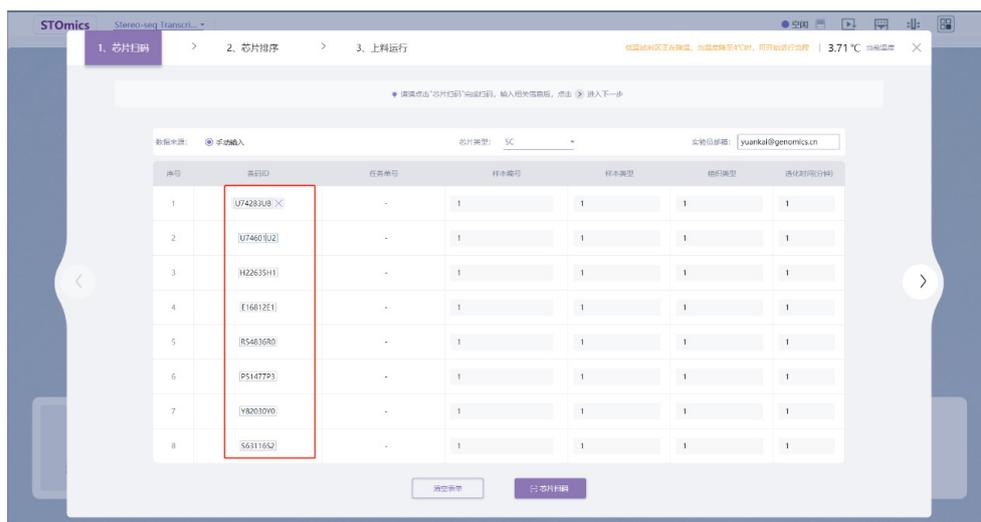

图 2-11 STOmics 软件芯片信息录入
b. 信息录入：点击“流程运行”后，将进入“芯片扫码”界面，录入实验信息。界面如图 2-11 所示；
A. 扫码输入: 把芯片容器放在外置扫码器上 (图 2-12 和图 2-13), 点击页面下方的“芯片扫码”按钮 (图 2-11), 便可以读取芯片底部的编号, 机器读取到的编号会显示在软件中。手动转移芯片容器, 按孔位 1-8 (如图 2-14 所示) 的顺序依次读取芯片编号;
6. 请将芯片信息录入页面（图 2-11）中所有信息录入（即：样本编号、样本类型、组织类型、透化时间、芯片类型及实验员邮箱），否则软件无法跳转下一步；